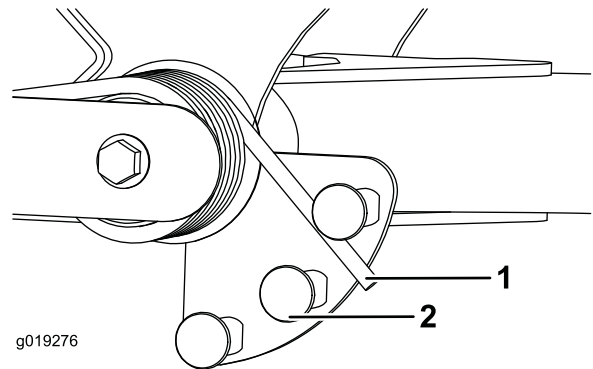

Figure 37
2. Insérez un tube ou un objet similaire sur le ressort long et le faire pivoter autour de l'actionneur de ressort à la position voulue (Figure 37).